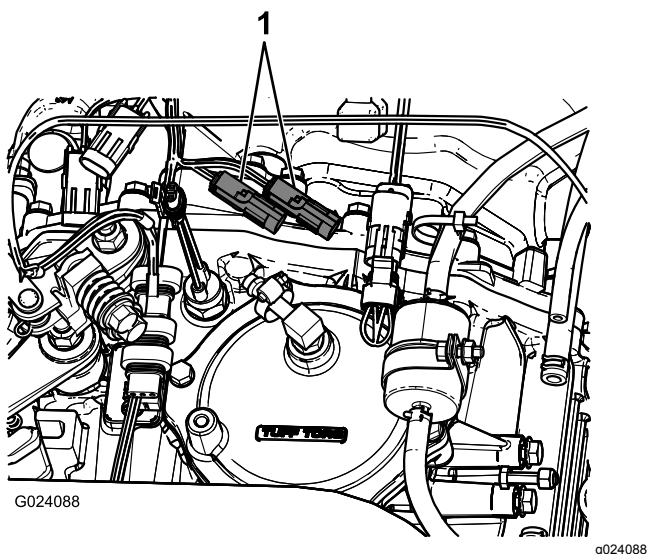

図 12
9. 既存の速度センサーを、新しいワイヤハーネスの速度センサープラグおよび速度センサー出力プラグに接続する 図 12。